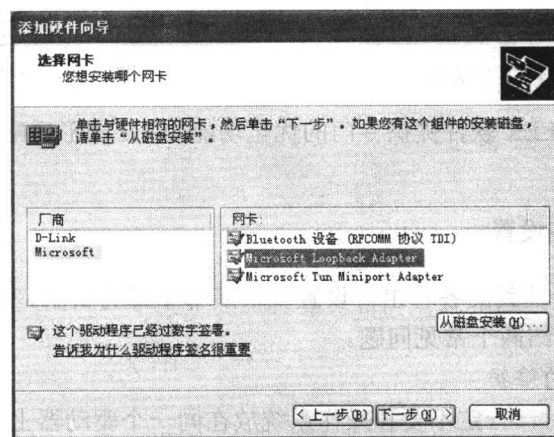

图 1-11 “添加硬件向导”对话框
- (4) 选择“网络适配卡”选项, 单击“下一步”按钮, 如图 1-11 所示。